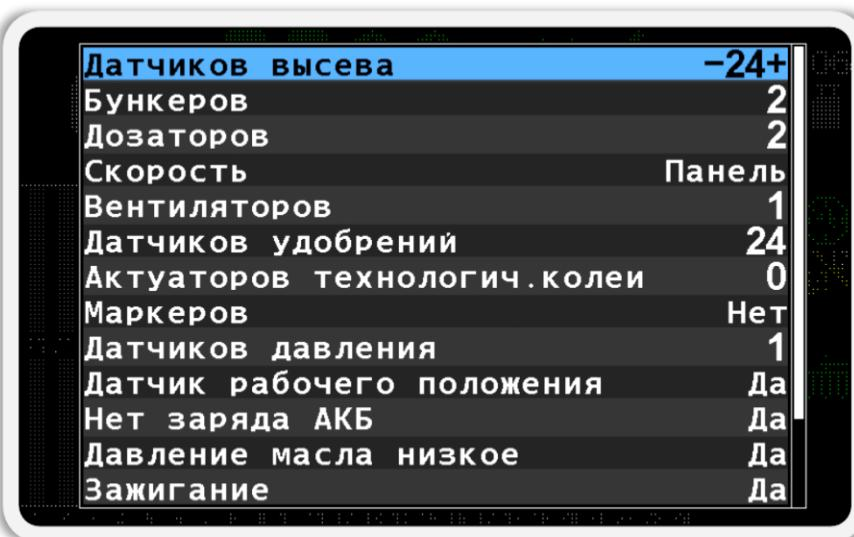

Рисунок 66 Меню настроек профиля
4. В меню настроек профиля (см. Рисунок 66) для каждого типа датчика или актуатора имеется соответствующий пункт меню. Параметр, который расположен с правой стороны меню, задает количество датчиков или способ их подключения. Для перемещения от одного пункта меню к другому используйте кнопки «Вверх» и «Вниз», а для изменения параметра используйте кнопки «Плюс» и «Минус». Подробное описание параметров находится в конце этой главы.